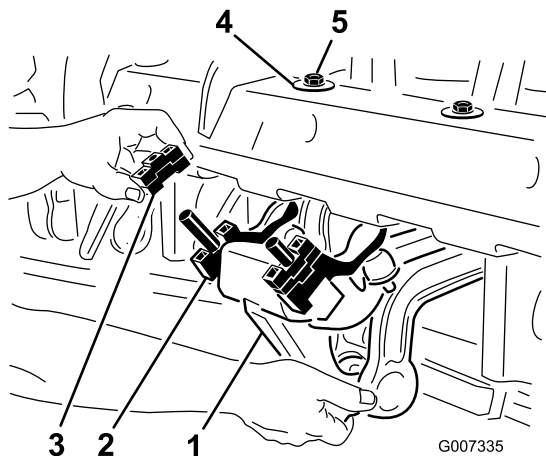

Figura 26
1. Togliete i 2 dadi di bloccaggio (1/2 poll.) che fissano il gruppo ammortizzatore Rotalink al sottoscocca del telaio della testa di carotaggio (Figura 26).
2. Abbassate il gruppo ammortizzatore per esporre i distanziali (Figura 26).
4. Montate nuovamente il gruppo ammortizzatore sul telaio della testa di carotaggio. Accertatevi che la rondella D sia montata contro il telaio della testa di carotaggio, come illustrato nella Figura 26. Fissate i 2 dadi di bloccaggio.